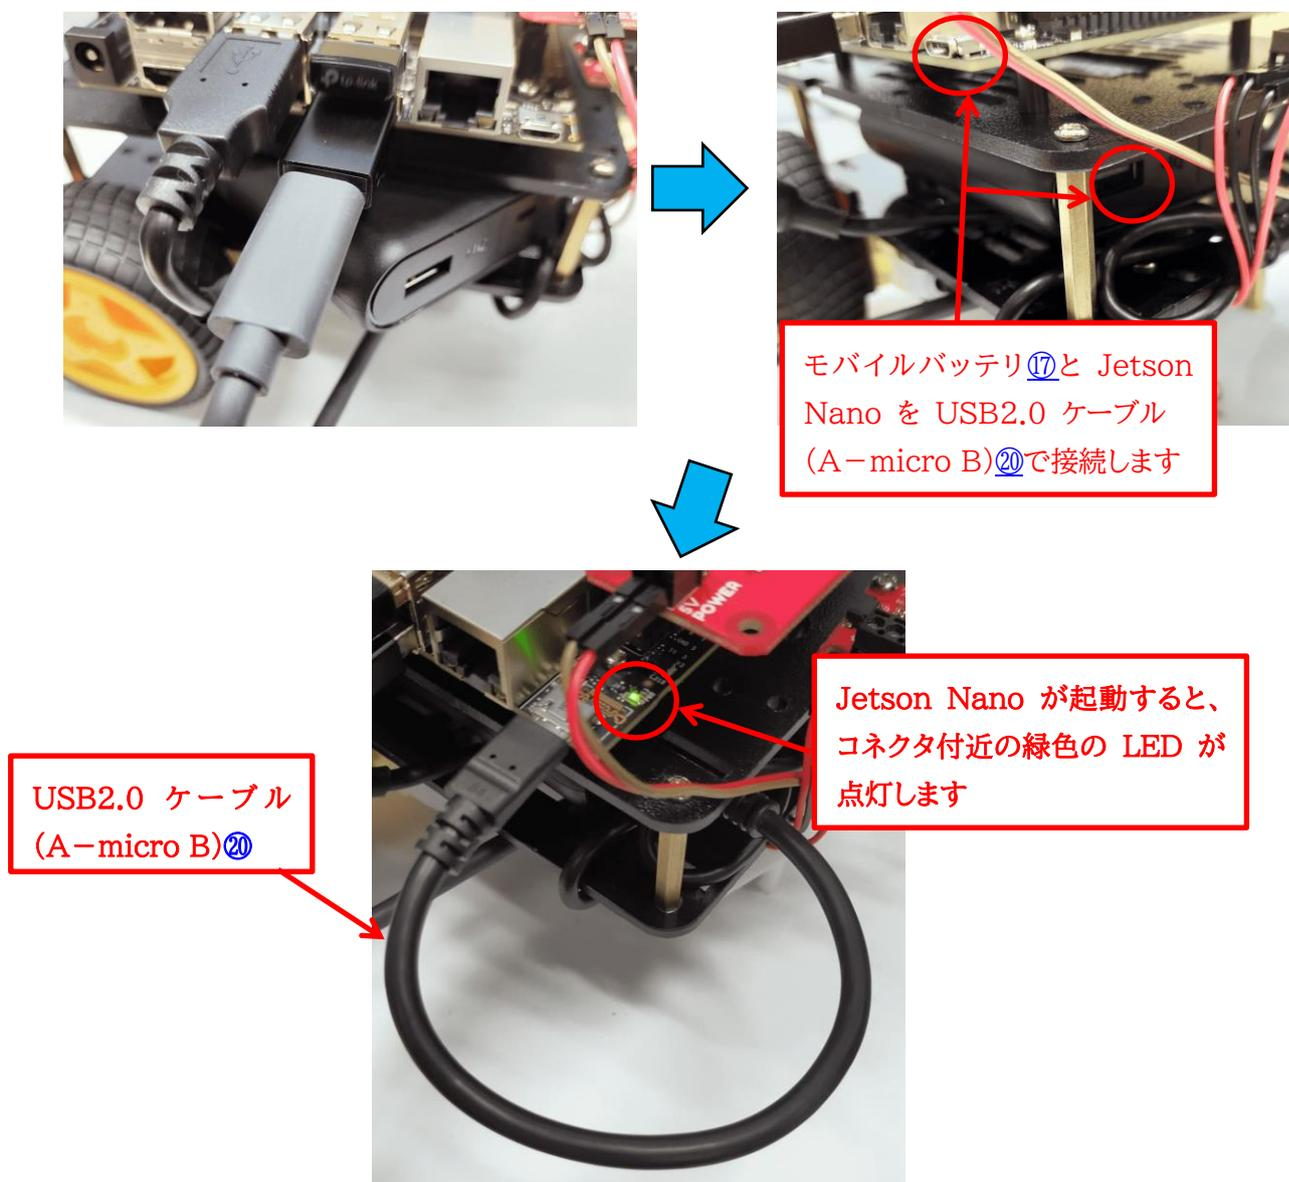
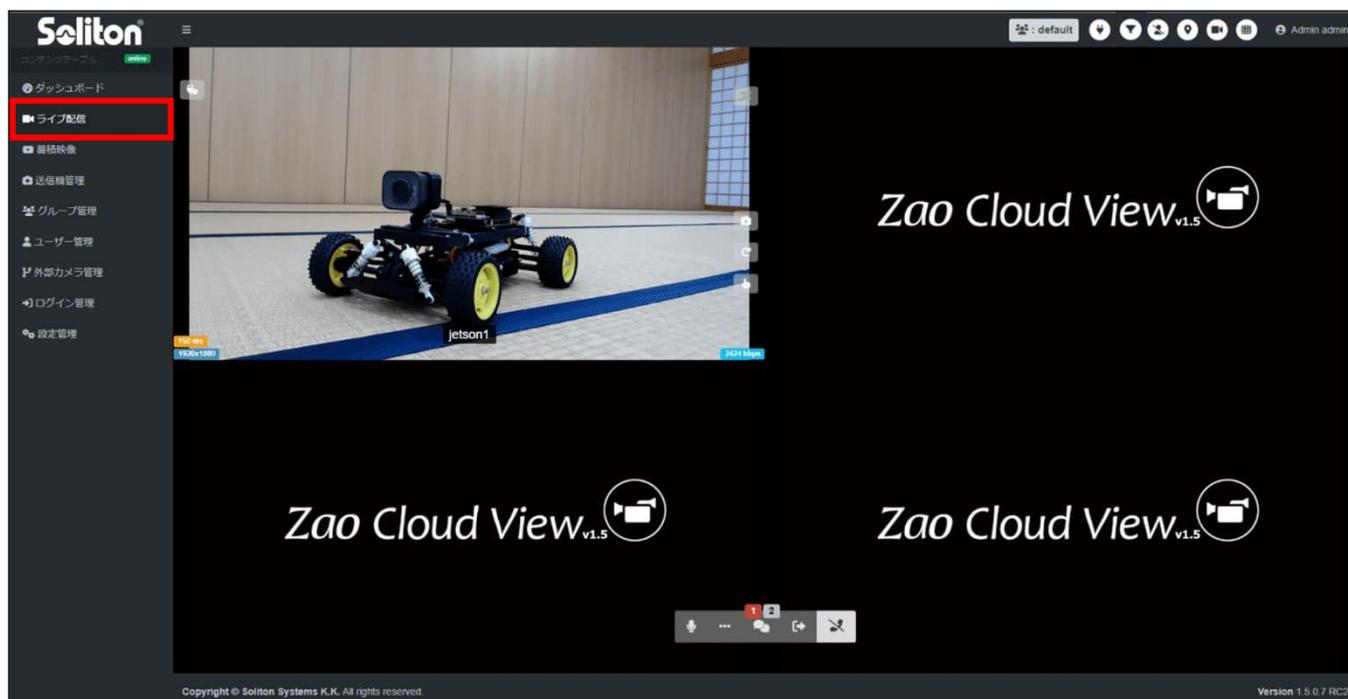

図 2-22 モバイルバッテリーの接続
図 3-4 ライブ配信画面
モバイルバッテリー⑰を上部プレートと下部プレートの間におきます。モバイルバッテリーを microUSB ケーブル⑳で、図 2-22 のように Jetson Nano と接続します。モバイルバッテリーが充電されていれば、接続時に Jetson Nano が起動します。Jetson Nano が起動するとコネクタ付近の緑色の LED が点灯します。
- ラジコンカーの Jetson Nano の電源を On した後（Jetson Nano の電源 On については、図 2-22 を参照）、Zao Cloud View のライブ配信を選択するとラジコンカーから送信された映像が図 3-4 のように表示されます。
2. 図 2-22 のようにモバイルバッテリーを接続して、ラジコンカーの電源を On し、ライブ配信を開始します。
1. 図 2-22 で説明しているモバイルバッテリーと Jetson Nano の接続を外して電源を Off にします。